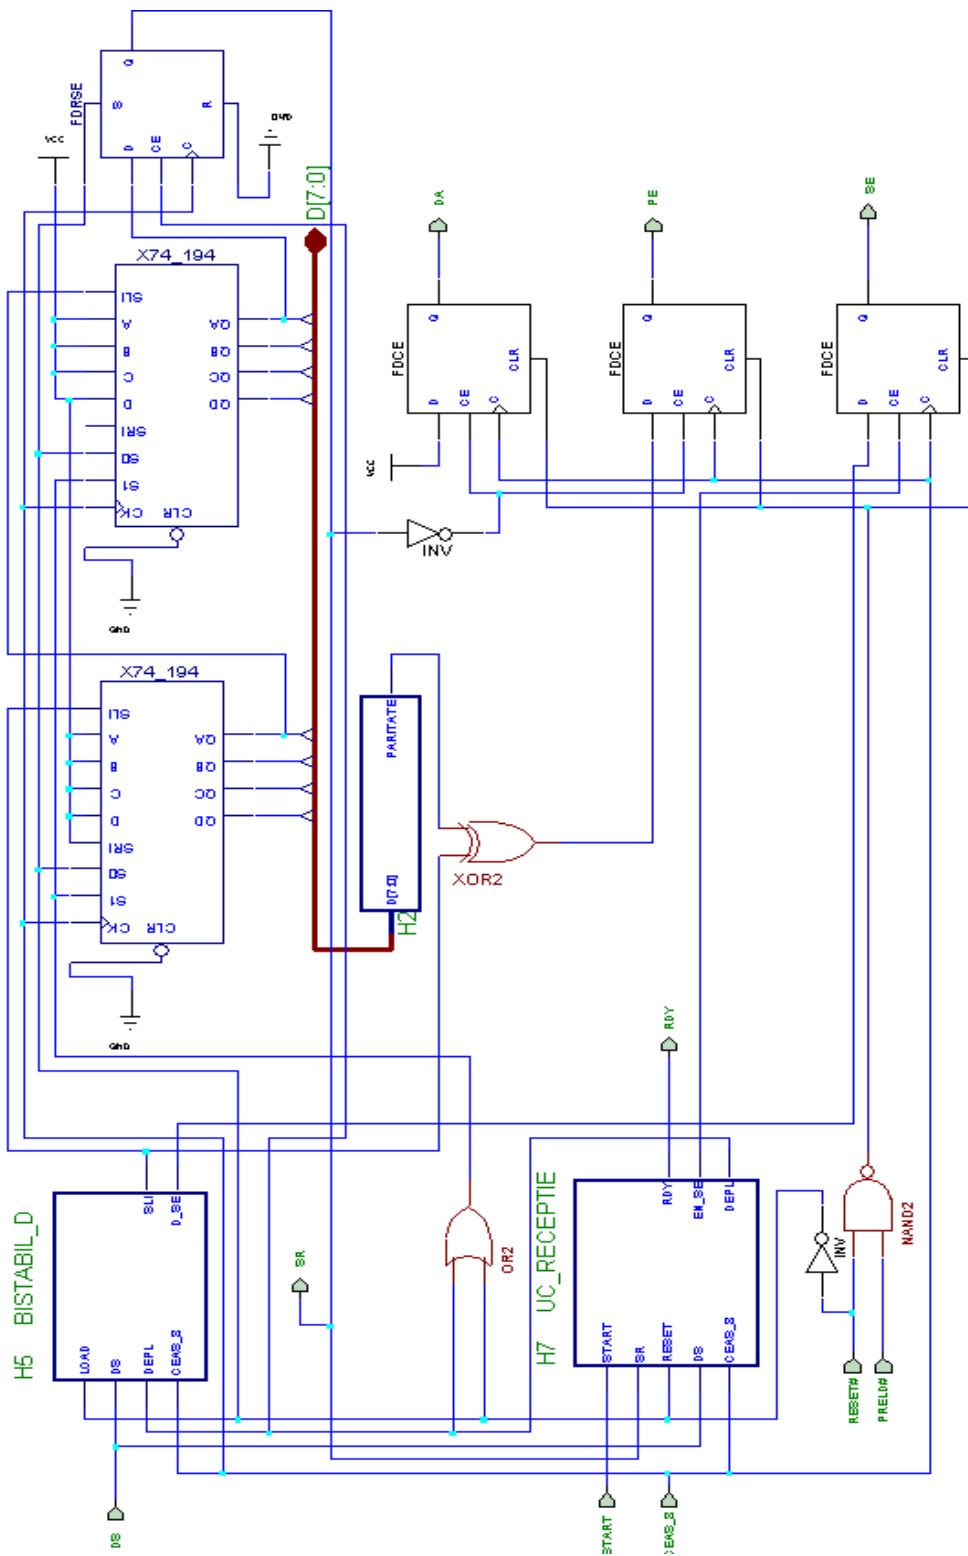

Figura 3.7: Schema bloc pentru recepția serială a informației
Schema bloc a dispozitivului de recepție serială a informației este prezentată în figura 3.7. Informația recepționată serial este asamblată în registrele de deplasare de 4 biți. Având în vedere faptul că informația este precedată de un bit de start egal cu 0, se poate detecta recepția completă a caracterului, fără numărarea biților în felul următor:
1. Se va proiecta în Verilog și realiza utilizând Xilinx WebPACK ISE 10.1 schema bloc pentru recepția serială a informației prezentată în figura 3.7. Verificarea funcționării schemei bloc se va realiza cu ajutorul simulatorului ModelSim.